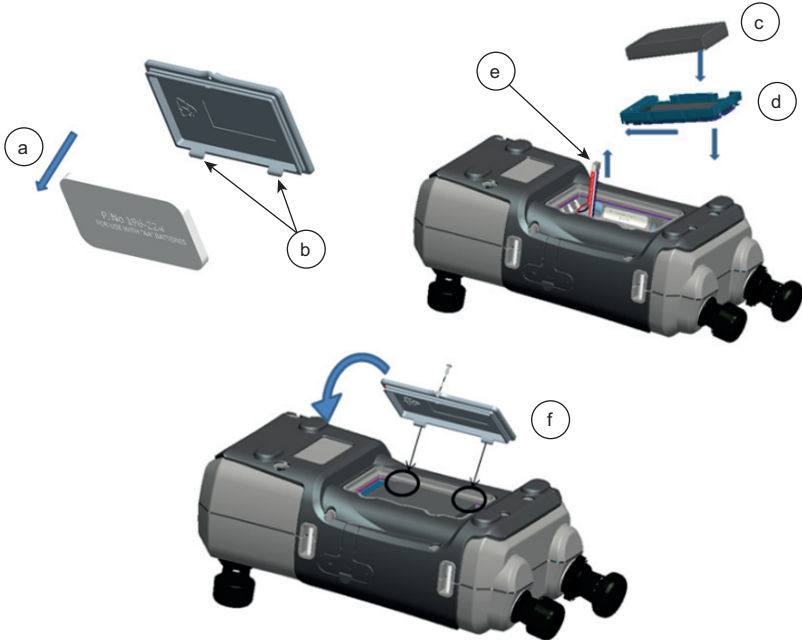

Figura 1-1: Instalar la batería recargable
6. Sustituya la tapa de la batería presionando las pestañas (b) hacia el interior de las ranuras (f) y baje la tapa apretando el tornillo de fijación. (Consulte la Figura 1-1).